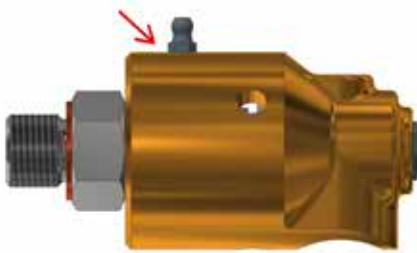

図 12
- グリスニップルが付属している回転ユニオンについては（図12参照）、再給脂が必要です。